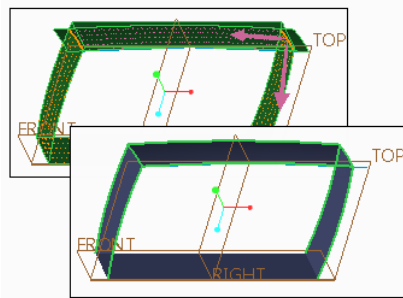

图 7-152 合并 1
- ① 选择“拉伸 1”曲面, 按住〈Ctrl〉键的同时选择扫描曲面 1。
- ② 在“编辑”面板中单击“合并”按钮.
- ③ 确保要保留的面组侧为所需, 然后在“合并”选项卡中单击“完成”按钮, 完成的合并效果如图 7-152 所示。
- ① 在“形状”面板中单击“扫描”按钮, 打开“扫描”选项卡。
- ② 在“扫描”选项卡中单击“曲面”按钮,